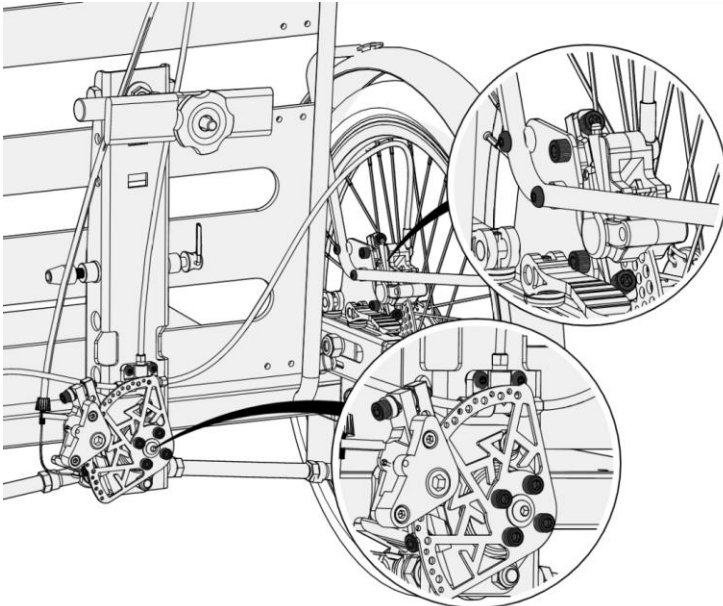

Figure 50 - Points de contrôles relatifs au pendulaire et au support d'étrier
- Les vis maintenant le répartiteur des câbles de frein (Cf. figure 50) ;
- Les vis maintenant les étriers de freins sur leur support (Cf. figure 50) ;
- Le maintien du disque et du système permettant de bloquer le pendulaire (Cf. figure 50) ;
- La visserie au niveau des garde-boue (Cf. figure 50) ;